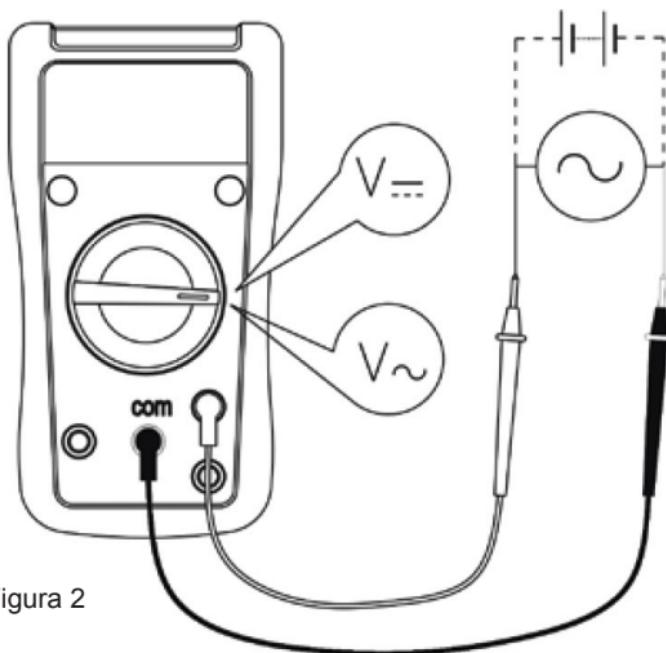

Figura 2
I. Masurarea tensiunii continue si a celei alternative (vezi figura 2)